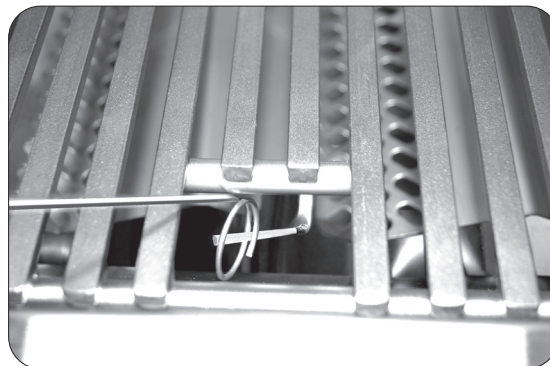

Fig. 32-2 - Éclairage manuel
**ATTENTION:** Attendez toujours cinq (5) minutes le gaz pour se dégager après que n'importe quelle tentative non réussie d'éclairage.
2. Insérez soit un allumeur au butane brûlant à long canon, soit un allumeur à longue tige brûlante dans l'ouverture de la grille de cuisson vers le haut du brûleur (Fig. 32-2). Pour les backburners, maintenez la flamme contre la surface du backburner.
4. Si le brûleur ne se allume pas dans les cinq (5) secondes de tourner le bouton de commande, enfoncez immédiatement le bouton et tournez la valve à AU LOIN. ATTENDEZ CINQ (5) MINUTES avant de répéter les étapes 2 à 4 des instructions manuelles d'éclairage.